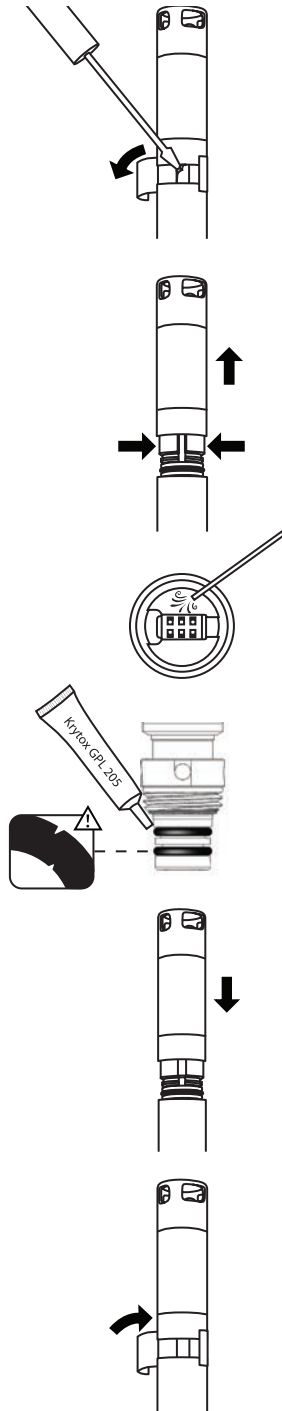

Abbildung 77 Austausch des pH - pH/Redox-Sensor-Moduls
1. Entfernen und entsorgen Sie den Aufkleber am Anschluss des Sensorgehäuses und des Moduls (Abbildung 77).